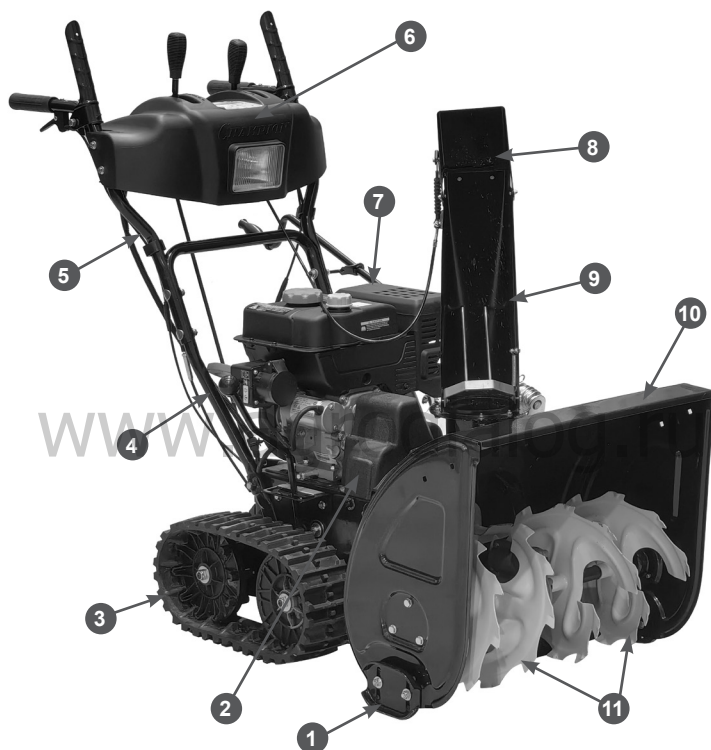

Рис. 1 Основные узлы и органы управления (вид справа)
Основные узлы и органы управления показаны на Рис. 1, 2, 3, 4.
- открутите болты крепления и снимите кожух 2 защитный ремней (Рис. 1);